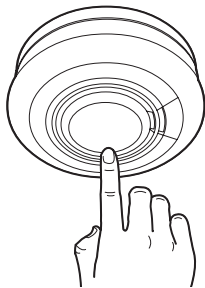

Abb. 11
7. Drücken Sie den Testknopf bei jedem Warnmelder, um sicherzustellen, dass das Gerät funktioniert (Abbildung 11).
- Halten Sie den Testknopf gedrückt, bis der Alarm ertönt und die rote LED blinkt (siehe Abb. 11 auf Seite 21). Um das Gehör zu schonen, schwillt die Alarmlautstärke langsam an. Der Warmmelder wird kurz nach dem Loslassen des Testknopfes verstummen.